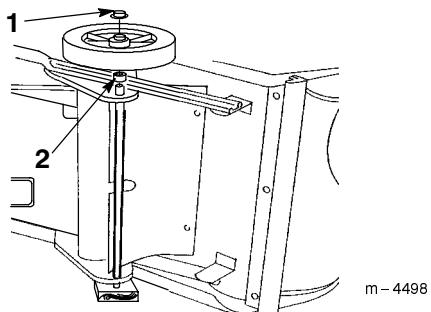

Figure 2
- Basculez la déneigeuse sur le côté gauche et placez une cale en bois sous l'extrémité gauche de l'essieu (Fig. 2).
- Enfilez l'entretoise courte et une roue sur l'extrémité droite de l'essieu (Fig. 2).
- Enfilez un écrou de poussée à l'extrémité de l'essieu (Fig. 2).